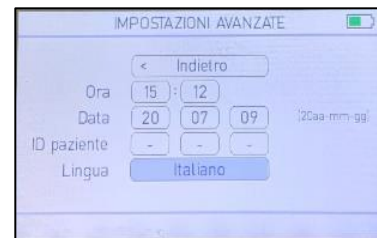

Figure 45. Paramètres avancés
2. Premere  per accedere ad ADVANCED SETTINGS (IMPOSTAZIONI AVANZATE) (vedi fig. 45). Qui è possibile impostare l'ora, la data, l'ID del paziente e la lingua.
1. In ADVANCED SETTINGS (IMPOSTAZIONI AVANZATE) (vedi fig. 45) selezionare Time (Ora).
1. In ADVANCED SETTINGS (IMPOSTAZIONI AVANZATE) (vedi fig. 45) selezionare Date (Data).
1. In ADVANCED SETTINGS (IMPOSTAZIONI AVANZATE) (vedi fig. 45) selezionare Patient ID (ID paziente).
1. In ADVANCED SETTINGS (IMPOSTAZIONI AVANZATE) (vedi fig. 45) selezionare Language (Lingua).